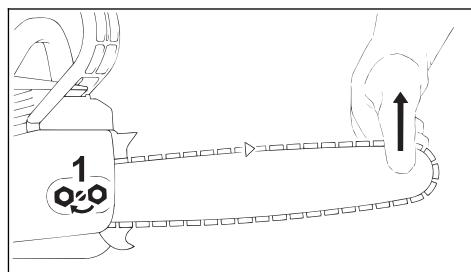

Рис. 37
- винт (рис. 37, поз.1) поверните отверткой вправо, пока пильная цепь не будет прилегать к нижней стороне направляющей шины.